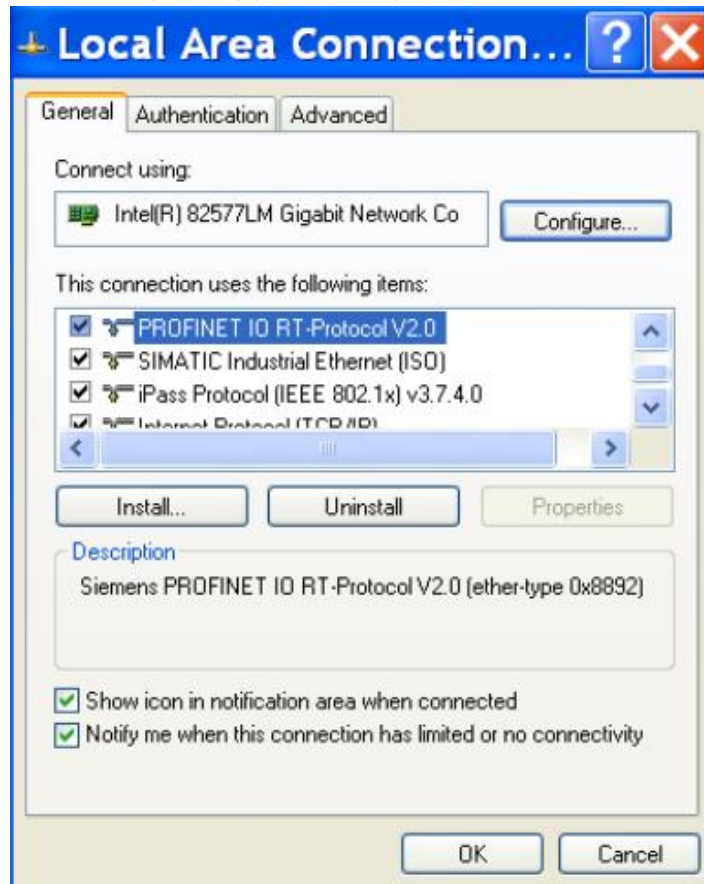

图 1 勾选默认设置
- (1) 在控制面板中打开“ PG/PC 接口设置”窗口，检查图 1 所示的“ SIMATIC Industrial Ethernet (ISO)”等选项是否勾选，如果未勾选的话请勾选，建议将所有选项都勾选。